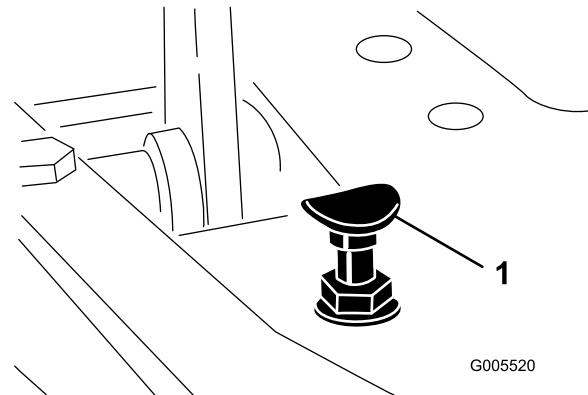

Bild 44
Stellen Sie den Funktionsschalthebel in die TRANSPORT-Stellung und treten Sie auf das Fahrpedal, um die maximale Transportgeschwindigkeit zu erreichen. Wenn das Pedal den Anschlag erreicht (Bild 44), bevor das Kabel gespannt ist, führen Sie folgende Einstellungsschritte aus:
- Stellen Sie den Funktionsschalthebel in die TRANSPORT-Stellung lösen Sie die Sicherungsmutter, mit der der Pedalanschlag an der Bodenplatte befestigt ist (Bild 44).